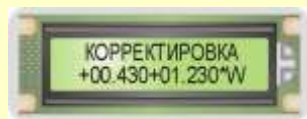

Рис. 11.1. Вид ЖКИ БУК при вводе поправки в корректировочное выражение
**12.2.** Корректировочное выражение (см. рис. 11.1) в исходном состоянии имеет вид:
**a** — текущее значение первого слагаемого корректировочного выражения (на рис. 11.1  $a = 0,43$ );
**b** — текущее значение коэффициента при втором слагаемом корректировочного выражения (на рис. 11.1  $b = 1,23$ ).
**12.3.** Вычисление новых значений коэффициентов корректировочного выражения (2)  $a_{\text{кор}}$  и  $b_{\text{кор}}$  производится по формулам:
нажать кнопку «4», затем «ВВОД», при этом на ЖКИ БУК откроется корректировочное выражение (см. рис. 11.1), мигающий курсор находится на первом слагаемом, он указывает разряд числа, который будет отредактирован при очередном нажатии цифровой кнопки;